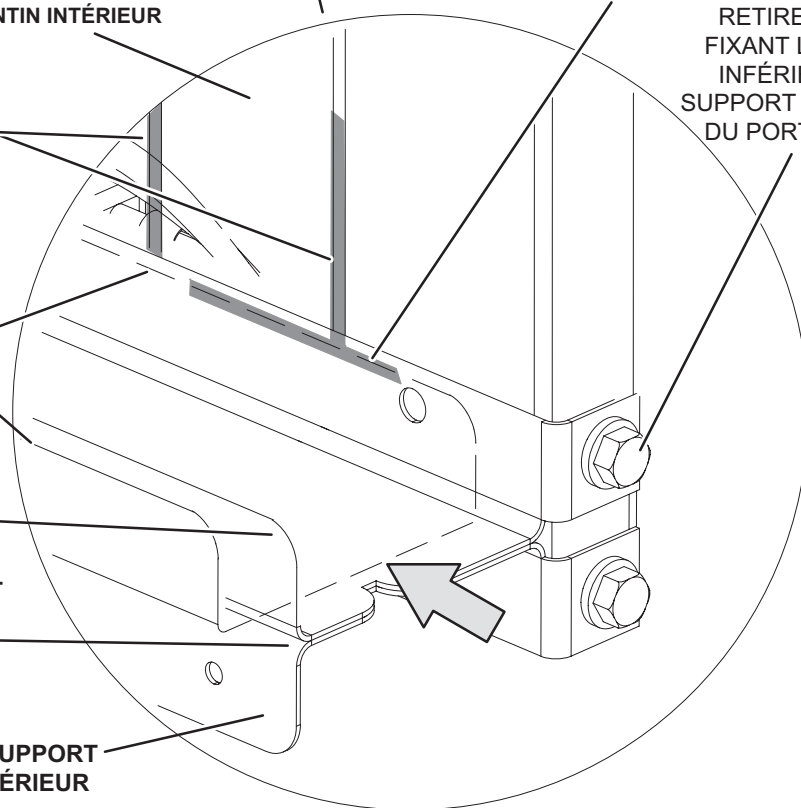

FIGURE 40
L'ionisateur facultatif de type brosse produit des ions positifs et négatifs pour nettoyer l'air et réduire la quantité de contaminants présents dans l'air. L'ionisateur a été conçu pour nécessiter peu d'entretien. L'unité doit être vérifiée deux fois par an pour s'assurer que les brosses sont propres et garantir ainsi un débit maximal. L'ionisateur est situé derrière les filtres. Reportez-vous à la FIGURE 40.
- 1 - Retirez les filtres, les vis fixant le haut et le bas du support de filtre supérieur, ainsi que les serre-fil que les vis maintiennent en place. Reportez-vous à la FIGURE 40.